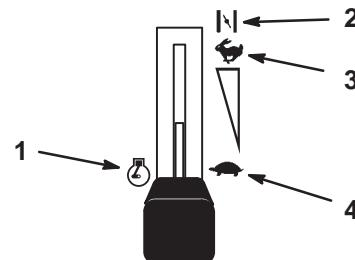

Bild 7
5. Stellen Sie den Gasbedienungshebel auf Choke (Bild 7), bevor Sie einen kalten Motor anlassen.
7. Schieben Sie den Gasbedienungshebel, sobald der Motor angesprungen ist, in eine Stellung zwischen Schnell und Langsam (Bild 7). Lassen Sie den Motor 3 bis 5 Minuten lang warm laufen, bevor Sie den Gasbedienungshebel auf Schnell stellen.
1. Stellen Sie den Gasbedienungshebel auf „Langsam“ (Bild 7).